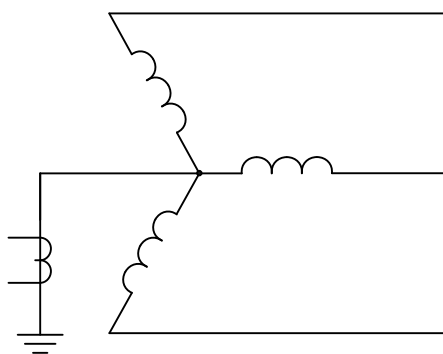

Рисунок 2.
2. через малое сопротивление, например, трансформатор тока (рис. 2). Такое соединение – эффективно заземленная нейтраль.